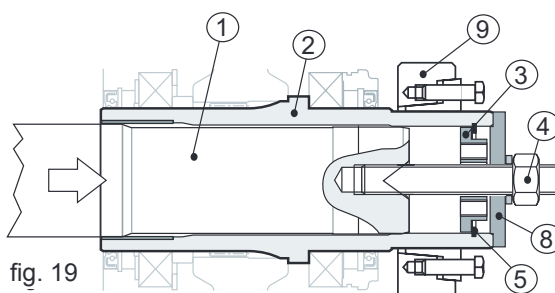

fig. 19
Insérer dans leur logement d'abord le fond (pos. 3), le seeger pour intérieurs (pos. 5) et le fond (pos. 8), à ce stade en vissant l'écrou de la barre filetée placer les 2 arbres en butée l'un contre l'autre (voir fig. 19).